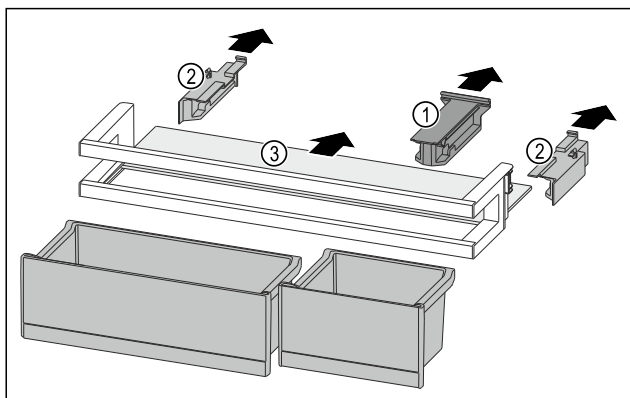

Fig. 192
- Halteteil Fig. 192 (1) abziehen.
- Seitenteile Fig. 192 (2) abziehen.
- Abstellfläche Fig. 192 (3) entnehmen.